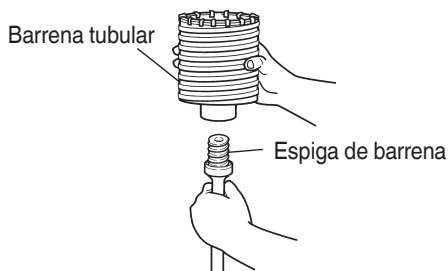

Fig. 17
- Montar la barrena tubular en su espiga. (Fig. 17)